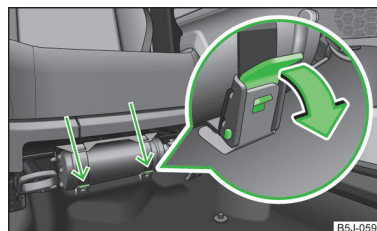

Abb. 142
- › Die beiden Gurte lösen, indem an den jeweiligen Sicherungen in Pfeilrichtung gezogen wird » Abb. 142.